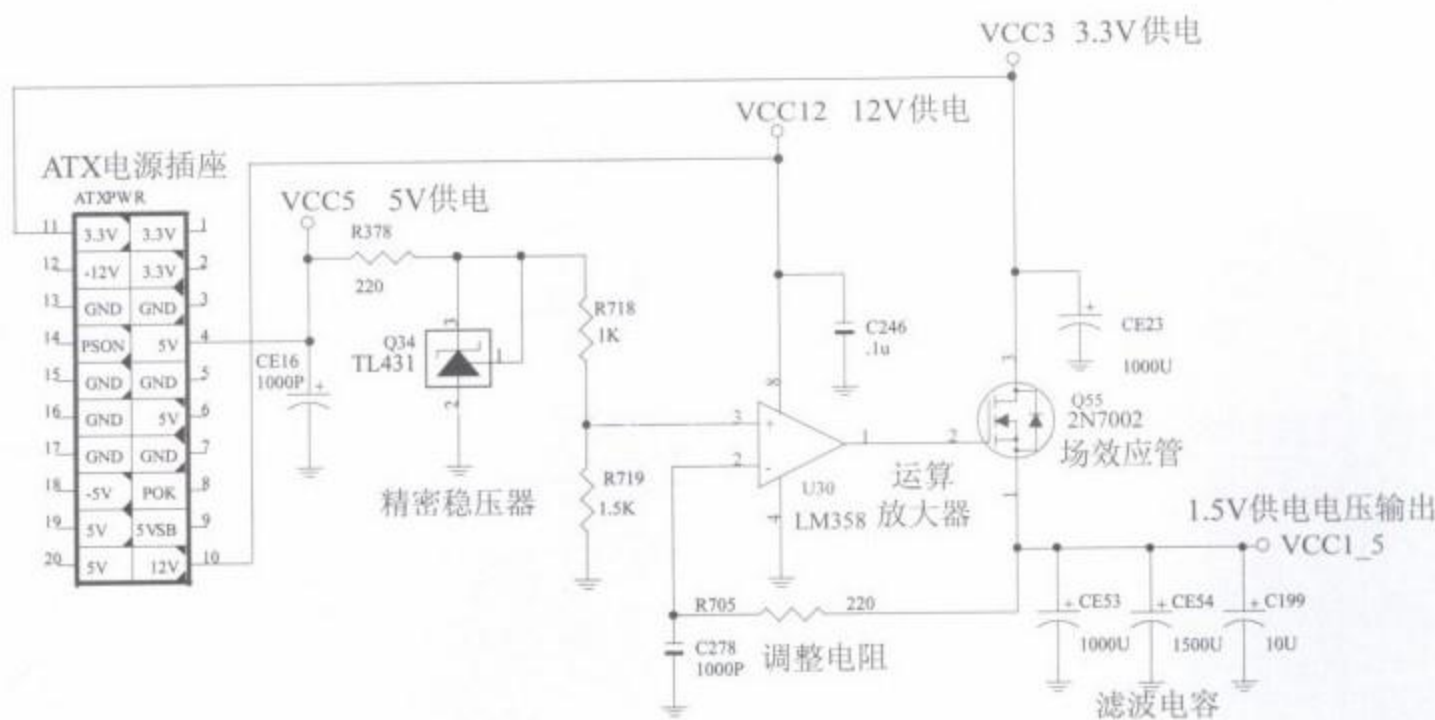

图8-43 由运算放大器和场效应管组成的1.5V供电电路图
1.5V供电电压一般可以通过稳压器稳压后得到，也可以通过由运算放大器和场效应管组成的调压电路得到。如图8-43所示为由运算放大器和场效应管组成的1.5V供电电路。